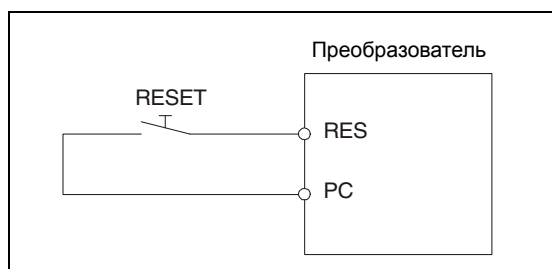

Рис. 7-3:
- Путем включения сигнала RESET (соединение клемм RES и SD при использовании негативной логики или, как изображено на Рис. 7-3 при использовании позитивной логики, клемм RES и PC) на время не менее 0,1 с и последующего его отключения. В процессе перезапуска на индикаторе мигает сообщение "Err".